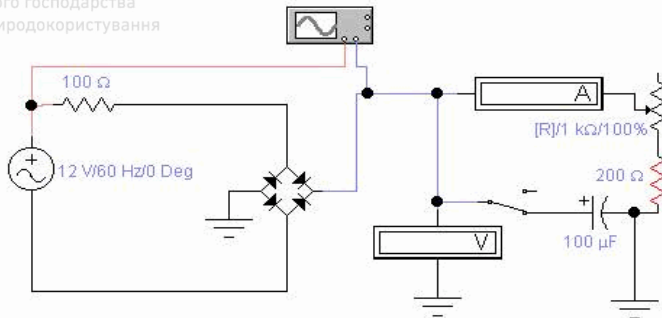

Рис. 13. Схема дослідження мостової схеми випростувача.
12. Зібрати схему мостового випростувача згідно рис.13. Конденсатор фільтра у відключеному стані.
16. Зібрати схему мостового випростувача з ємнісним фільтром, підключивши конденсатор фільтра на рис. 13 до схеми за допомогою ключа.